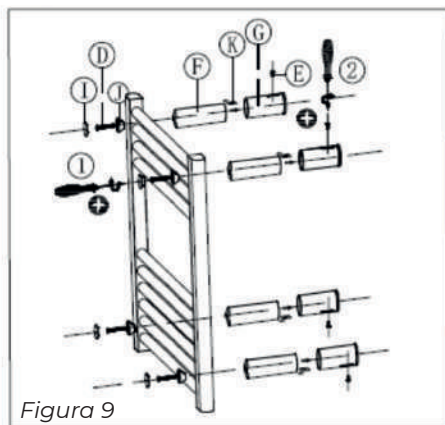

Figura 9
9. Fixe os quatro suportes internos da parede (Figura 9, pos. F) nos suportes externos da parede com parafusos pequenos (Figura 9, pos. 2) usando uma chave de fenda Phillips.
11. Parafuse e aperte o dispositivo com quatro parafusos grandes (Figura 9, pos. D) no suporte de parede (Figura 9, pos. J) usando uma chave de fenda Phillips (Figura 9, pos. 1).
12. Coloque as quatro tampas de vedação (Figura 9, pos. I).